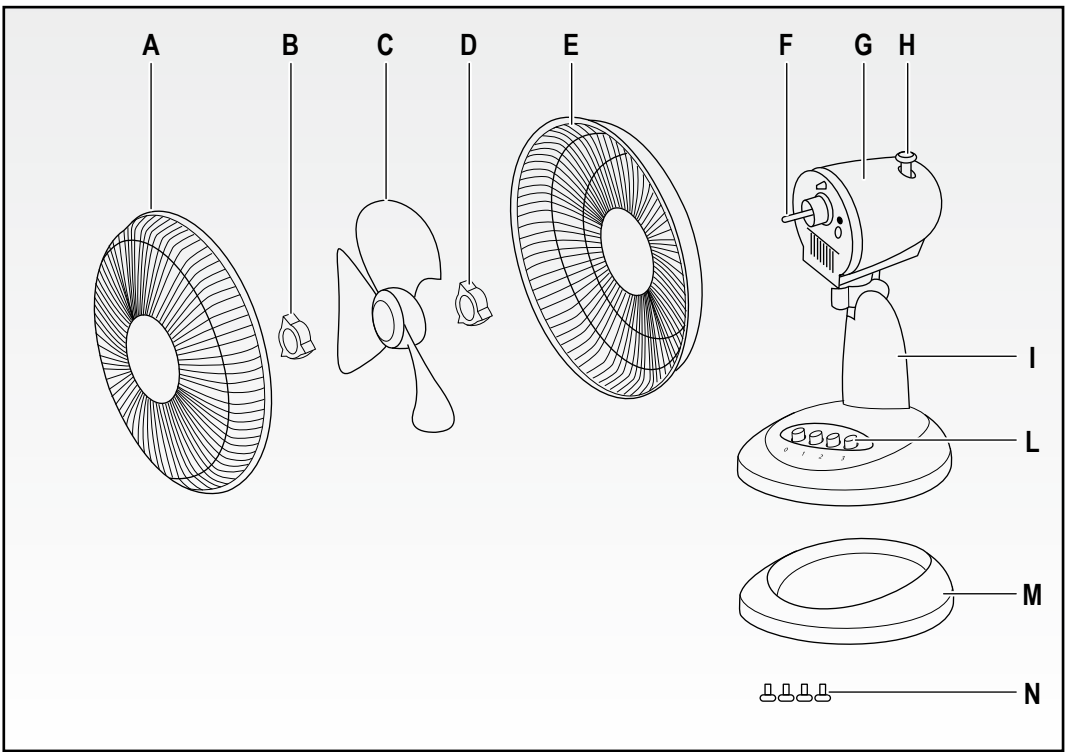

Fig. 1
- #### APPLIANCE DESCRIPTION (Fig. 1)
- #### DESCRIPTION DE L'APPAREIL (Fig. 1)
#### DESCRIPCIÓN DEL APARATO (Fig. 1)